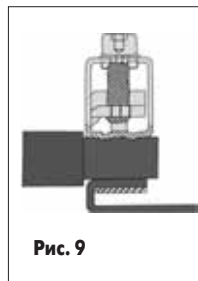

Рис. 9
3. Винтовой зажим с защитой провода (рис. 9). Самый простой вариант — винт прижимает провод к токоведущей шине. Винт отделен от провода защитной пружиной, не позволяющей ему соприкоснуться с проводом и повредить его. Этот способ применяется в тех случаях, когда нет специальных требований.